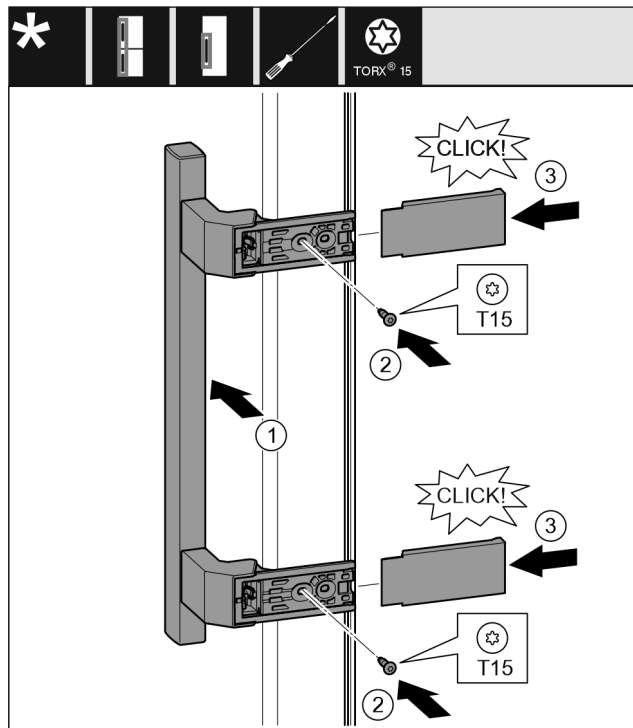

Fig. 15
- ▶ Установите ручку на противоположной стороне. Fig. 15 (1)
- ▶ Затяните винты отверткой T15. Fig. 15 (2)
- ▶ Установите крышки сбоку и надвиньте их. Fig. 15 (3)